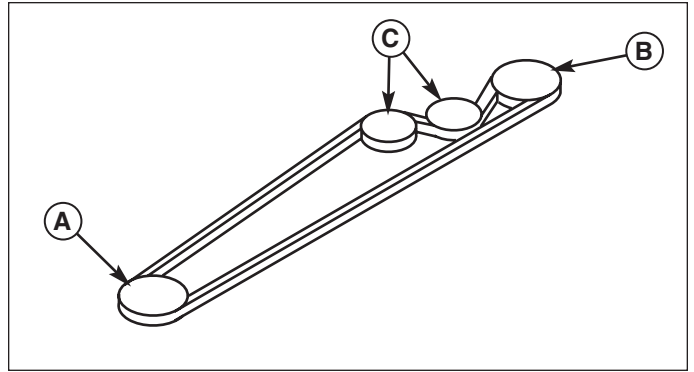

Figure 40. Cheminement de la courroie d'entraînement - Tous les modèles
8. Installer la nouvelle courroie comme illustré à la Figure 40.